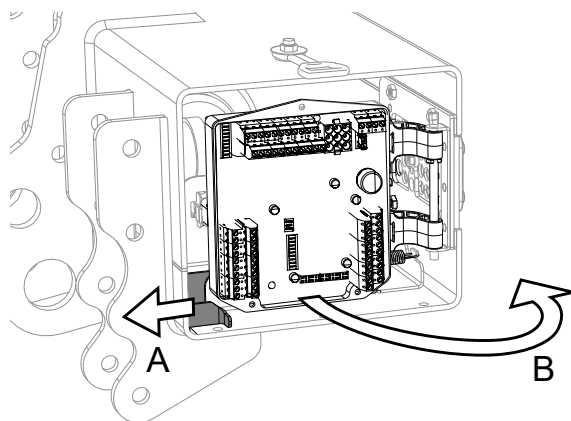
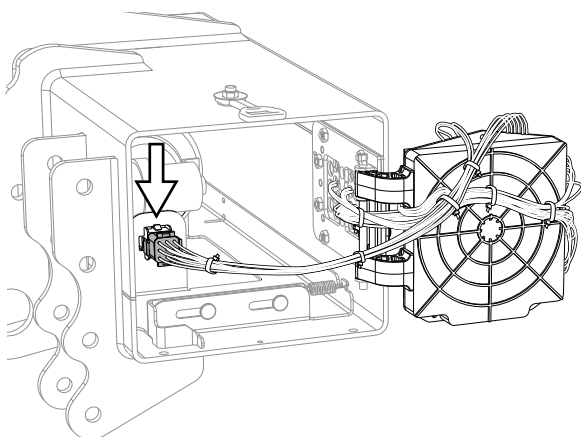

Bild 19. Frigöringsreglage
Bild 20. Anslutningskontakt
3. Vik ut styrkortet/reläkortet (B) och lossa kablaget vid kontakten på hydraulaggregatet, se Bild 19 och Bild 20.